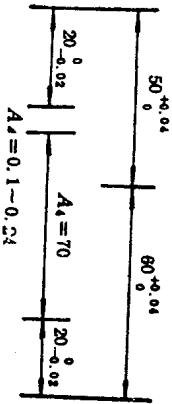

图 10-2
2. 如图10-2所示尺寸链, 求 A_4 加工时极限尺寸。